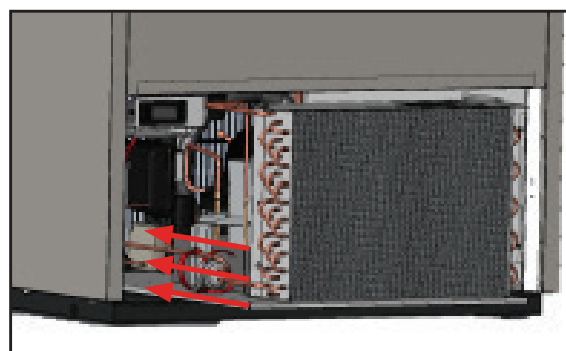

Abb. 7. Kondensatoreinheit austauschen.
10. Schieben Sie die Kompressoreinheit vorsichtig zurück in ihre Position und bringen Sie die Schrauben wieder. Siehe Abb. 7.